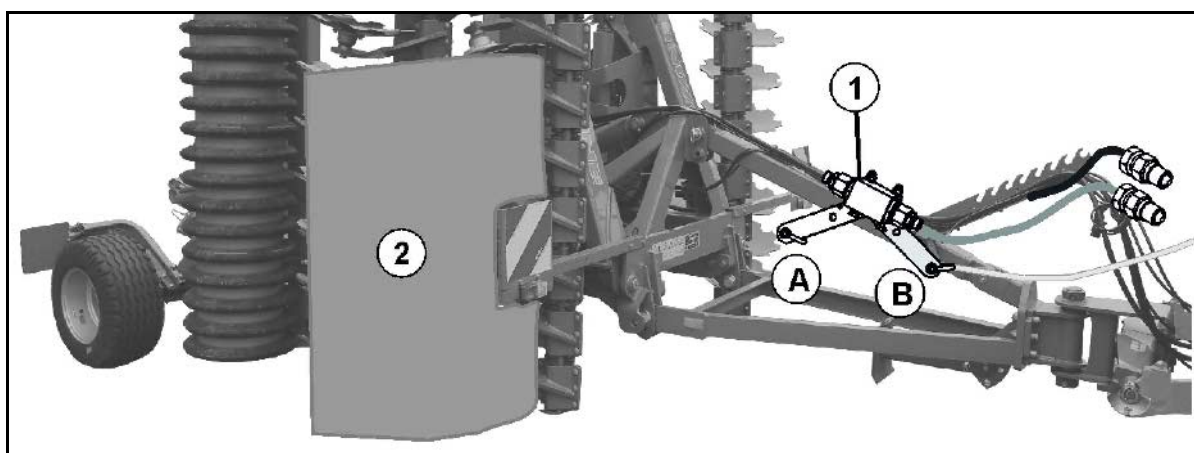

Рис. 9
- (1) Активируйте запорный кран для предотвращения непроизвольного раскладывания агрегата из трактора посредством тросового привода.
- Защитное полотно для уличной транспортировки (Рис. 9/1).